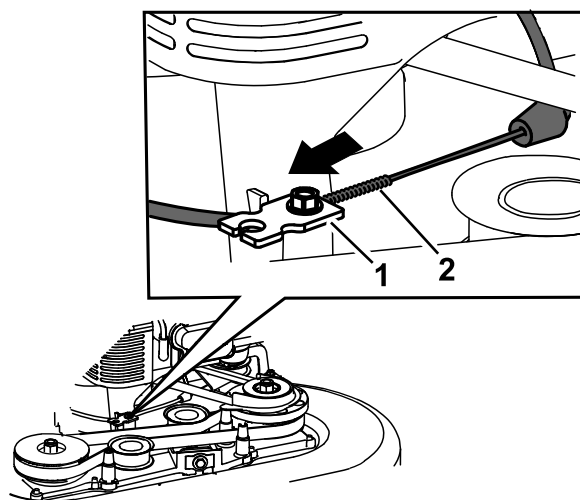

Figura 46
6. Tirate la guaina del cavo per eliminare l'allentamento (Figura 46).